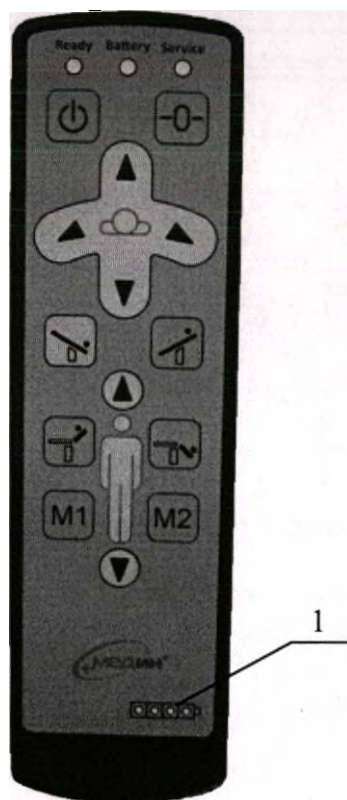

Рисунок 9. Беспроводной пульт управления
1. Пульт управления беспроводной (Рисунок 9). Все кнопки клавиатуры и индикаторы беспроводного пульта полностью соответствуют кнопкам на проводном пульте (См. п. 10.1 и Рисунок 4).
Индикатор 1 (Рисунок 9) отображает степень зарядки батареи пульта. По мере разрядки батареи пульта уменьшается количество горящих сегментов индикатора. При разряде батареи пульта подсоедините пульт к зарядному устройству.